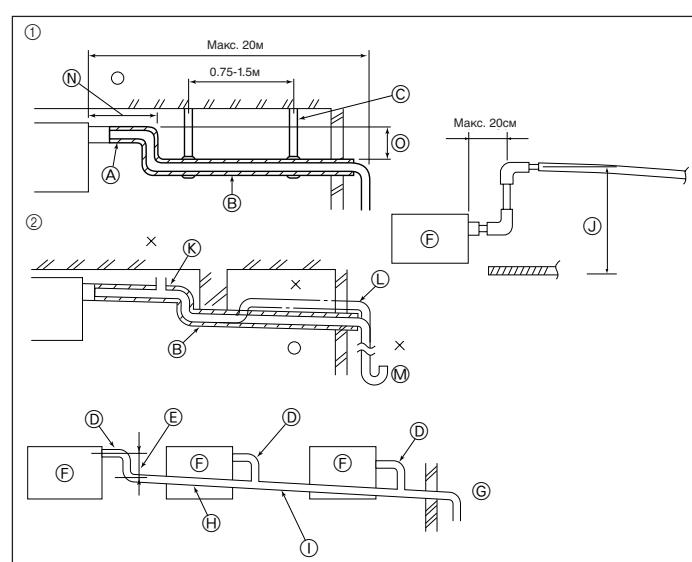

Fig. 3-4
3.3. Дренажные трубы (Fig. 3-4)